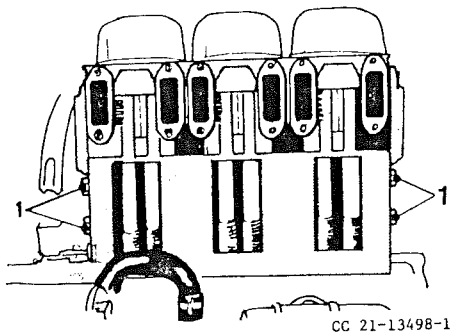

Fig. 21 Motor (derecha)
- 5 Quitar los tornillos (1) fig. 21, de fijación y sacar la placa de apantallar.